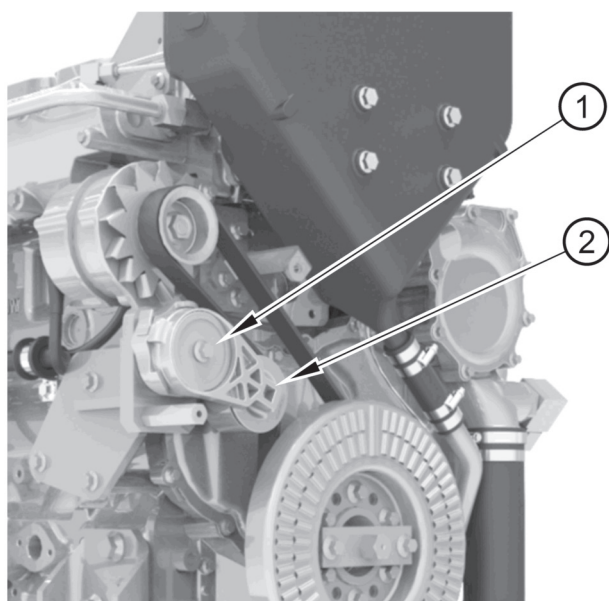

Figure 15
2. Insérez un carré d'entraînement (figure 15, repère 2) dans le trou carré du tendeur de courroie (repère 1). Tournez le tendeur de courroie dans le sens horaire pour détendre la courroie d'entraînement. Déposez la courroie.